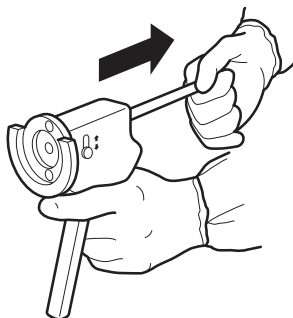

図1
- ラムを回してドライブシステムを外してから、ディスクがセメントガン本体で止まるまでラムを引き戻します (図1)。